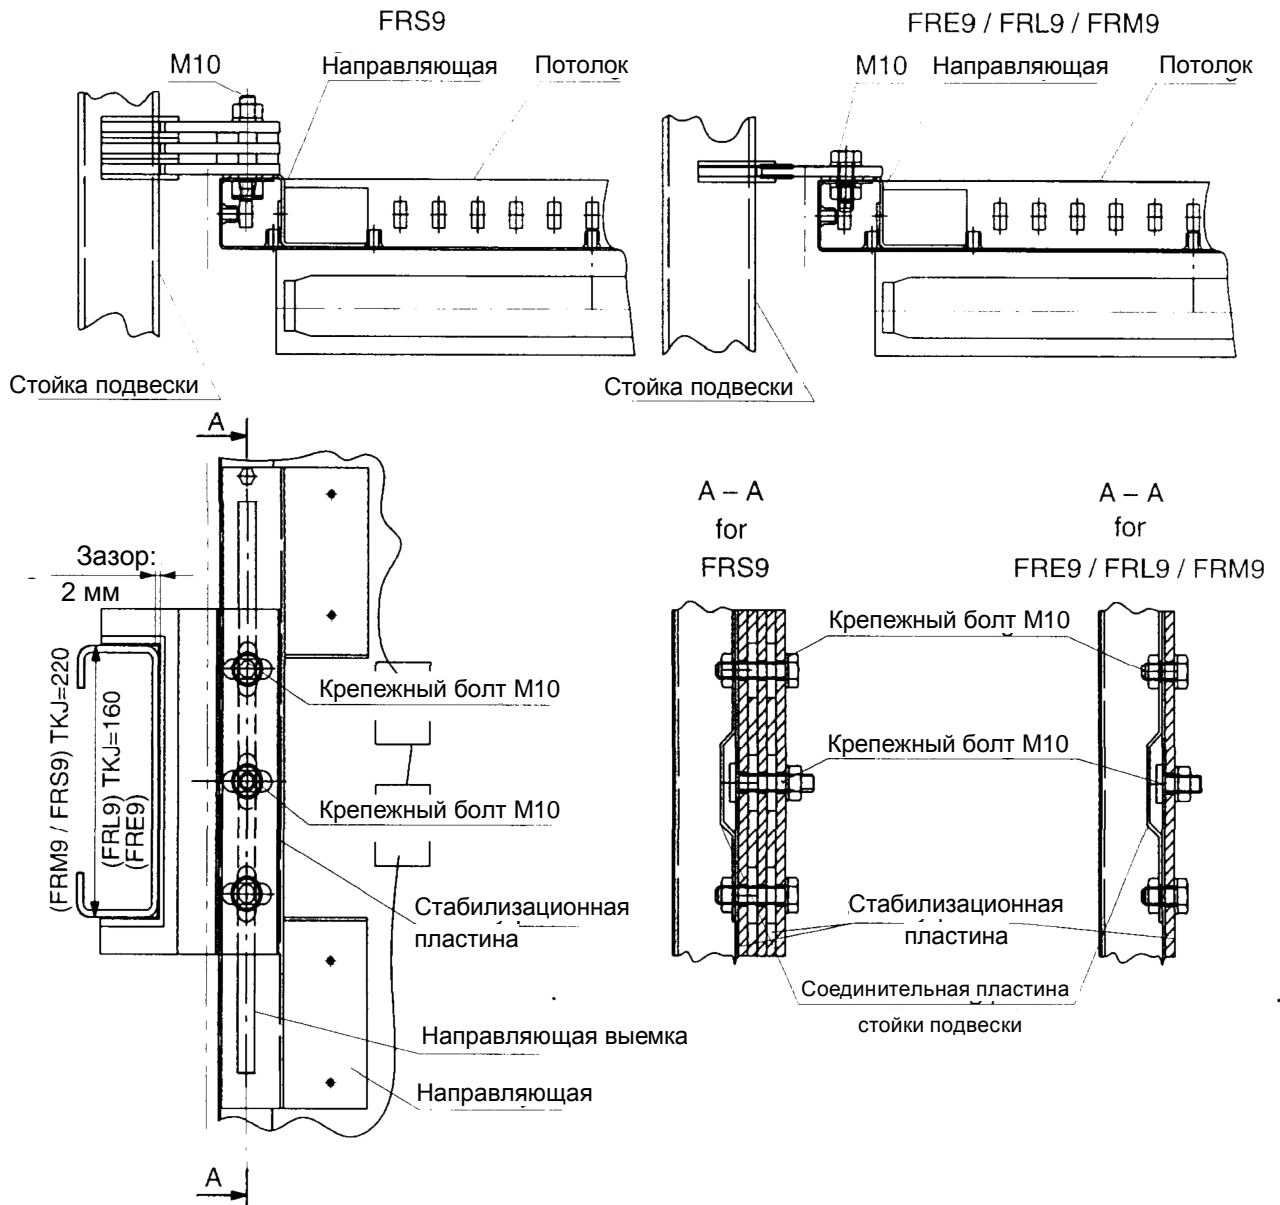

Рис. 8 Крепление верха кабины
1. Поместите стабилизационную пластину на направляющие на крыше кабины и закрепите их в нужном положении при помощи установочных болтов, не затягивая болты полностью. (**Рис. 8**).
4. Выверните каркас кабины в направлении ТК (спереди назад) и полностью затяните крепежные болты (**Рис. 8**).